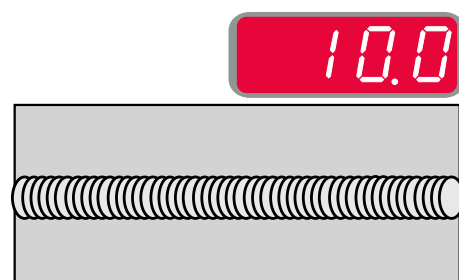

Figura 17
- Frequência superior a 0,0 – Solda estreita e espaçamento das ondulações, velocidade de deslocação rápida. A Figura 17 mostra a solda espaçada quando a frequência é "+10".